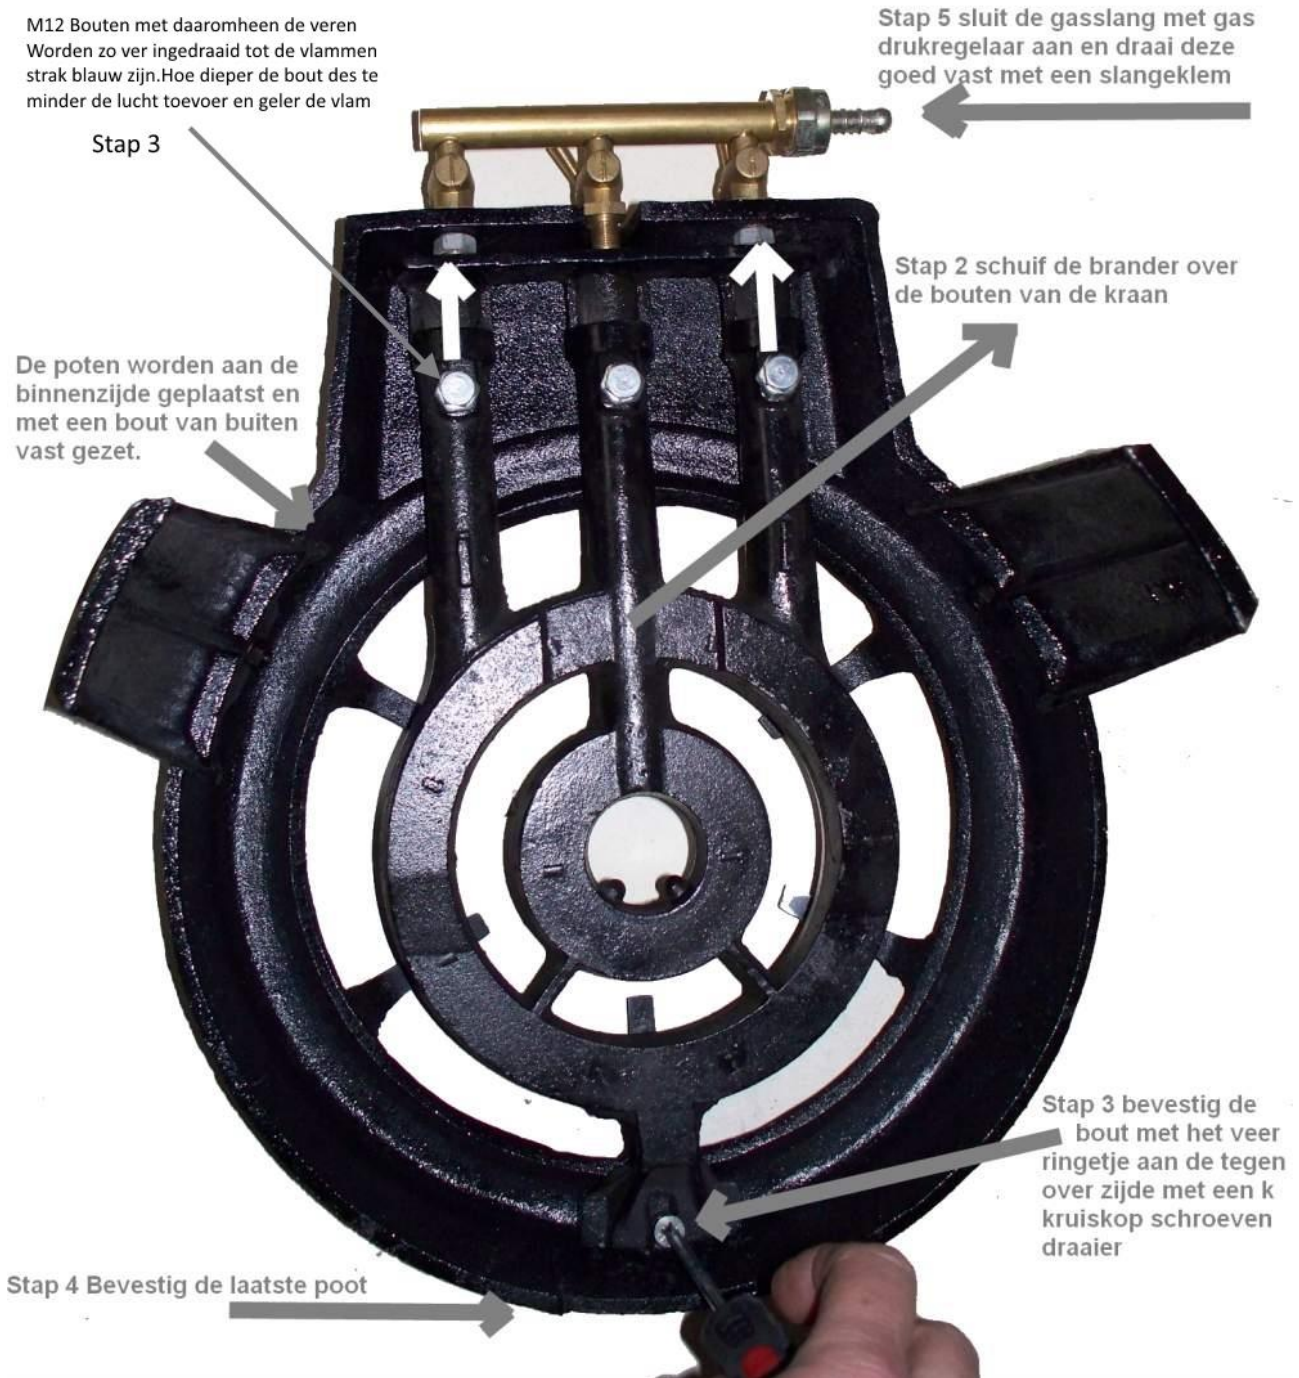

Fig. 2
2. Daarna bevestigd u de 5 zij poten door ze aan de binnen kant te plaatsen en met een bout aan de buitenkant vast te zetten. (zie fig.2.)
Neem nu de brander en schuif deze over de bevestigings bouten van de kranen. (zie fig.2. stap2)
Schroef nu aan de overzijde de brander vast middels de bout voorzien van een veerring (zie fig.2 stap3)
Nu kunt u de laatste poot vast zetten (zie fig.2. Stap 4).
Sluit de gas slang aan (indien u een slang heeft met wartel dan kunt u de uit einde eraf te snijden). De kale slang uiteinde kunt u over de tule te schuiven en stevig vast te draaien met een slangen klem. (zie fig.2. Stap 5) Gebruik hier voor een beetje vaseline over de tule en maak de slang warm met heet water.
Draai de kranen 1 voor 1 open en ontsteek deze. De Vlam kwaliteit kunt u regelen middels de bouten onder aan de branders (zie fig.2) De vlammen moeten helder blauw zijn voor optimale werking. Draai indien nodig deze naar binnen of buiten. Note als het gas bijna op is zal de brander niet goed branden.